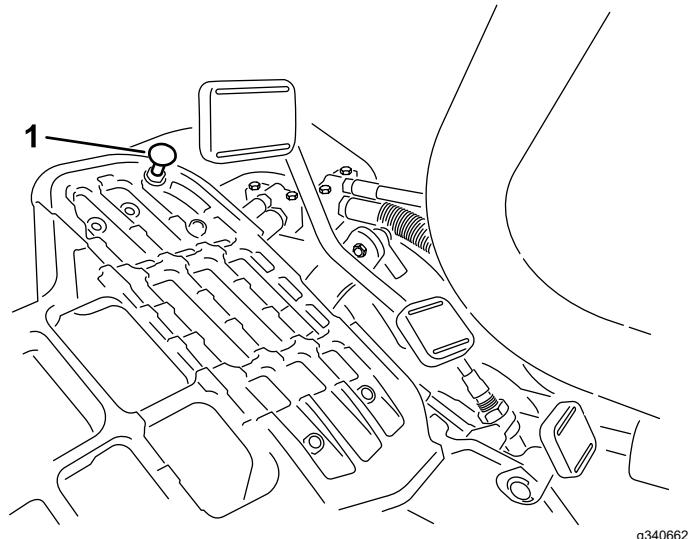

Bild 45
Stellen Sie den Funktionsschalthebel in die TRANSPORT-Stellung und treten Sie auf das Fahrpedal, um die maximale Transportgeschwindigkeit zu erreichen. Wenn das Pedal den Anschlag erreicht (**Bild 45**), bevor das Kabel gespannt ist, führen Sie folgende Einstellungsschritte aus:
1. Stellen Sie den Funktionsschalthebel in die TRANSPORT-Stellung lösen Sie die Sicherungsmutter, mit der der Pedalanschlag an der Bodenplatte befestigt ist (**Bild 45**).